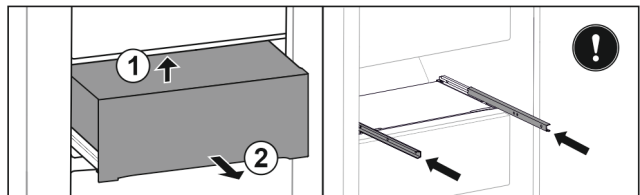

Fig. 117
- ▶ Приподнимите выдвижной ящик сзади снизу. Fig. 117 (1)
- ▶ Извлеките выдвижной ящик движением вперед. Fig. 117 (2)